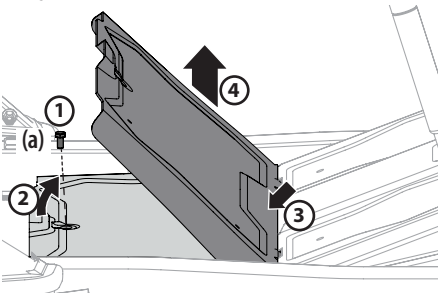

Figure 24
1. Avec l'outil multifonction ou une douille de ½ po, retirez le boulon (a) qui retient le panneau du plancher. Voir 1 dans Figure 24.
2. Soulevez avec précaution la partie arrière du panneau. Voir 2 de la Figure 24.
3. Glissez le panneau vers l'arrière pour faire sortir la partie avant. Voir 3 de Figure 24.
4. Puis, soulevez le panneau pour le retirer. Voir 4 de la Figure 24.